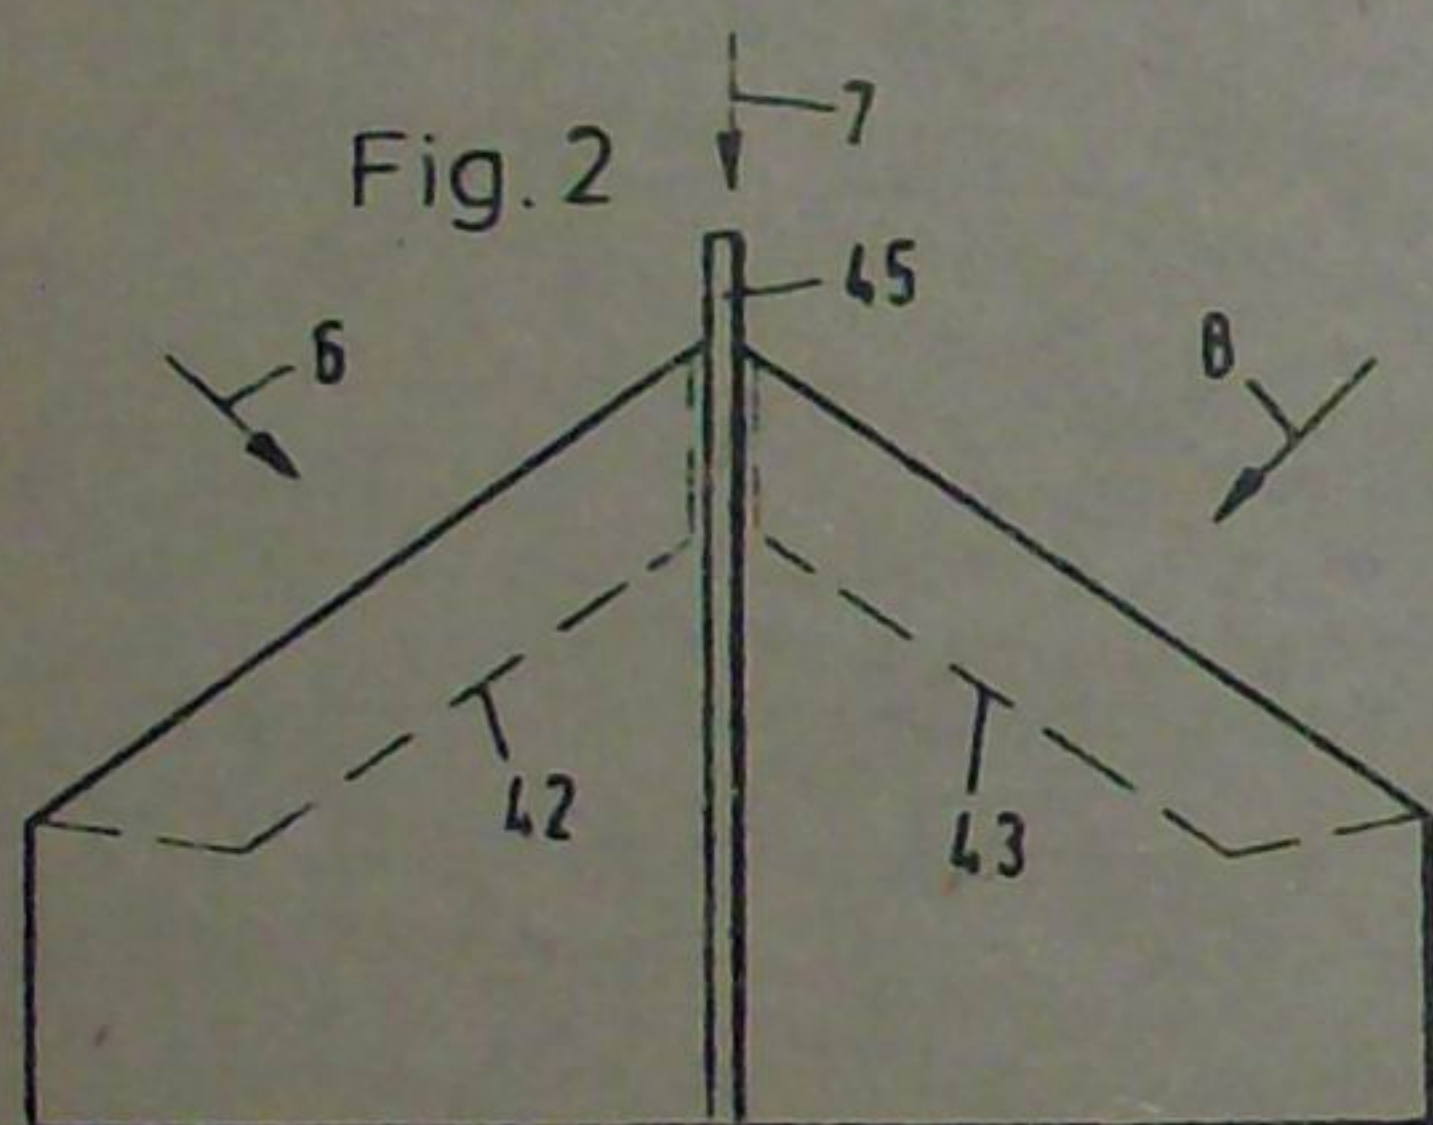

Fig. 2
- Sursa de încălzire este prezentată în fig. 2 și cuprinde un rezervor cu o capacitate de 5—6 litri de apă în care se găsește o rezistență de 1900 W/200 V ce asigură încălzirea apei.